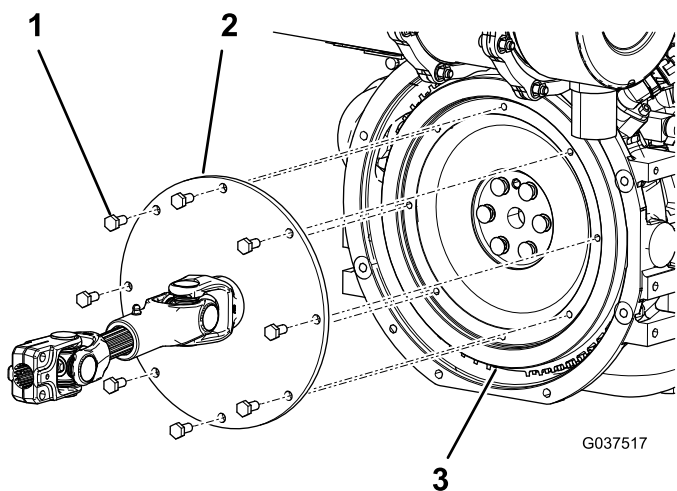

Figure 3
5. Retirez et mettez au rebut les 8 vis qui fixent la grande extrémité de l'arbre de transmission existant au volant moteur (Figure 3).